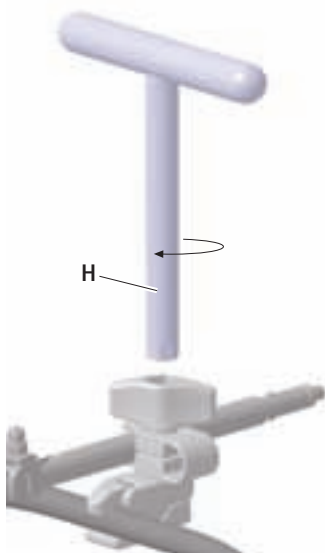

Abb. 8
- Befestigungsmutter **1** bis zur vollständigen Klemmung anziehen. Ggf. mit T-Schlüssel **H** nachziehen, siehe Abb. 8.